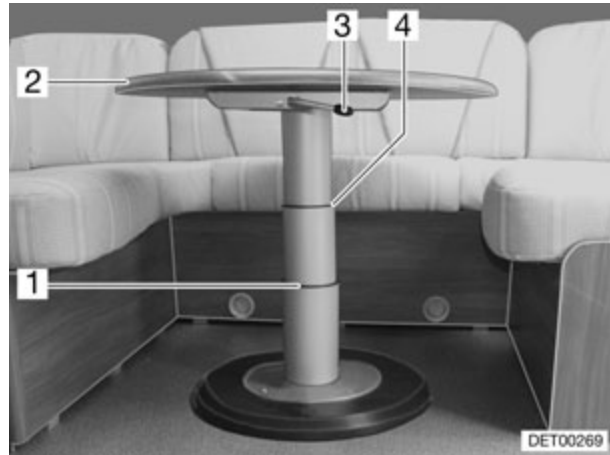

Fig. 53 Table à hauteur réglable de la dînette en U
- ▷ La table à hauteur réglable n'est pas fixée au sol. Avant chaque départ, abaisser la table à hauteur réglable jusqu'à la butée supérieure (Fig. 53,4) et la fixer avec les sangles jointes aux banquettes.
- Faire basculer le levier de verrouillage (Fig. 53,3) vers la gauche. Le verrouillage est ouvert.
- Appuyer le plateau de table (Fig. 53,2) au milieu vers le bas jusqu'à la butée désirée (Fig. 53,1 ou 4) et le maintenir appuyé.
- Faire basculer le levier de verrouillage (Fig. 53,3) vers la gauche. La table à hauteur réglable est verrouillée.